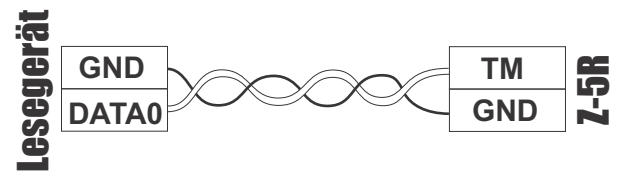

Abbildung 3. Anschluss des Lesegeräts mit UTP Kabel CAT5e.
3. Stellen Sie Lesegeräte nicht in einem Abstand von 10 cm zueinander auf! Außerdem kann sich der Arbeitsbereich bei einem Abstand von weniger als 30 cm zwischen zwei Lesegeräten verringern. Verwenden Sie ein UTP-Kabel (CAT 5e) um den Betrieb aus einer bestimmten Entfernung vom Steuergerät sicherzustellen. Eine Leitung des Twisted Pair sollte mit GND und eine weitere Leitung mit D0 verbunden sein. (Siehe Abbildung 3.)